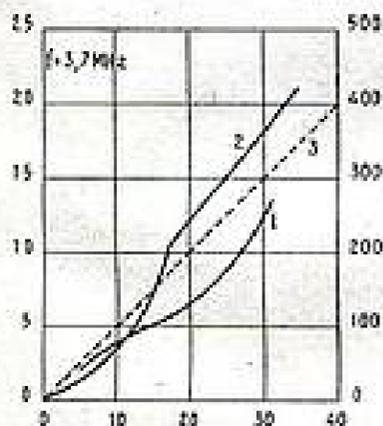

FIG. 4
Les caractéristiques de fonctionnement de l'émetteur à deux transistors sont reportées sur la figure 4; la courbe (1) indique l'augmentation de sortie HF en fonction de la tension appliquée au collecteur. Le gain de puissance est de l'ordre de 8 à 10. Il faut s'efforcer de ne pas trop s'approcher de la valeur de dissipation maximum du transistor, à moins de procéder à une ventilation satisfaisante; dans le cas contraire, on peut vérifier une modification de la structure du transistor ou même de sa destruction.